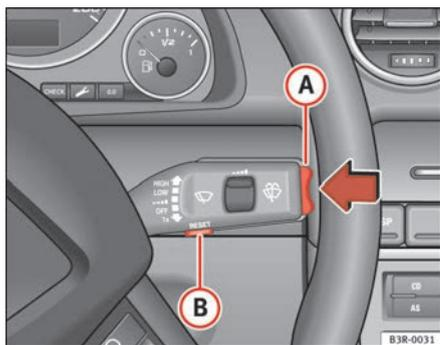

Fig. 60 Palanca del limpiaparabrisas: Elementos de manejo del ordenador de a bordo
Pulsando la tecla Reset **(B)** ⇒ página 91, fig. 60 se puede conmutar entre las funciones del ordenador de a bordo 1 y 2.
Bastará con pulsar brevemente el interruptor-selector de funciones o bien la tecla  => fig. 60 para borrar el aviso sobre la duración de viaje.
- Pulse la zona superior o inferior del conmutador-selector de funciones **(A)** ⇒ fig. 60. Se visualizarán una tras otra las funciones del ordenador de a bordo en los niveles de memoria correspondientes.